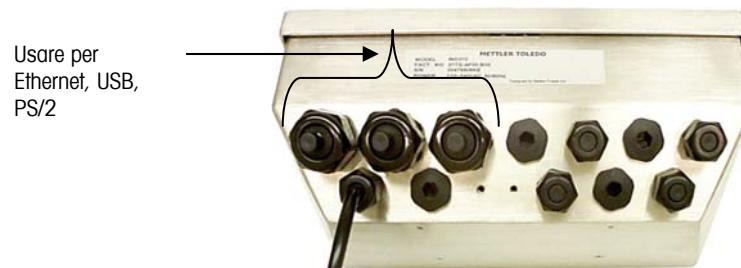

Figura 2-3: Guarnizioni dei cavi dell'IND310drive
- Passare i cavi attraverso un ferma cavi della misura adatta prima di collegarli. Per esempio, il cavo ethernet passa attraverso la guarnizione grande (vedere la Figura 2-3).